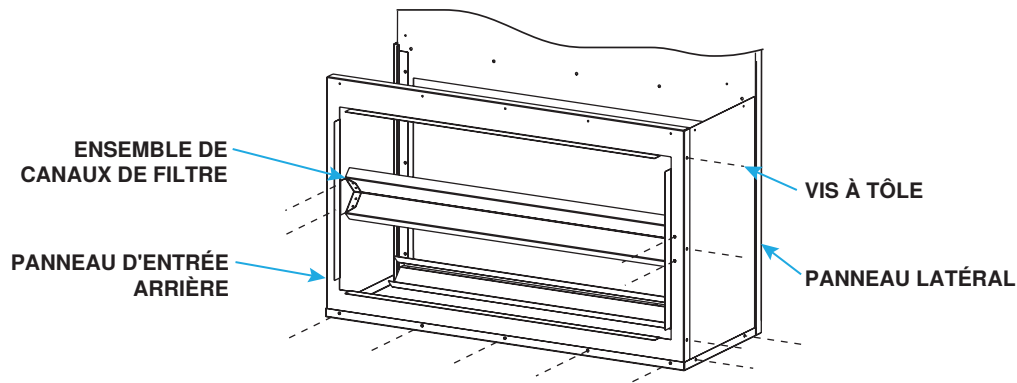

Figure 17. Installer le panneau latéral, le panneau d'entrée arrière et l'ensemble de canaux de filtre
2. Installez le panneau latéral, le panneau d'entrée arrière et l'ensemble de canaux de filtre tel qu'illustré à la **Figure 17** :